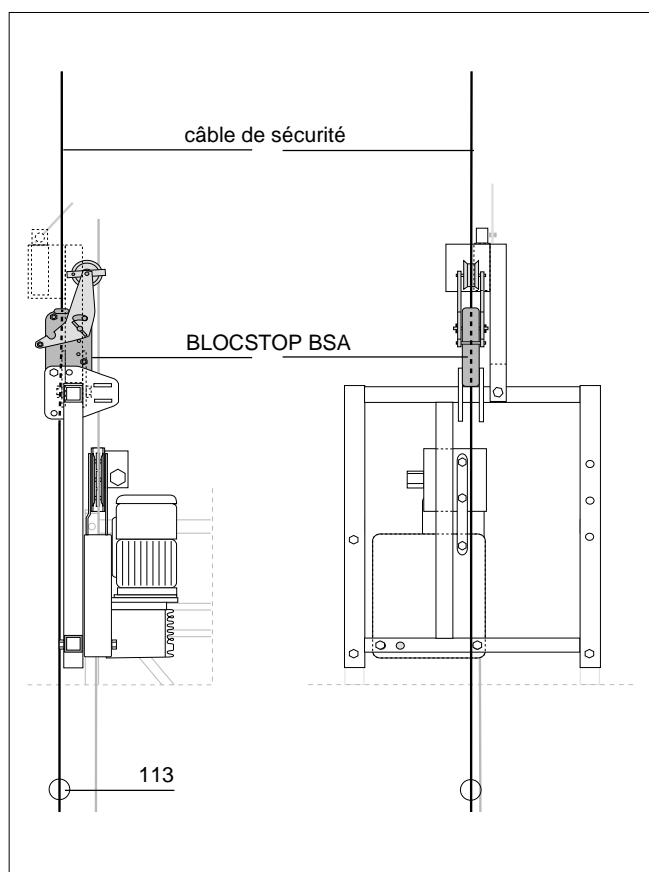

Fig. 1.31
a) . . . sur les étriers d'extrémité (Fig. 1.31)
- Avant d'engager le câble de sécurité (152) dans l'antichute BLOCSTOP BSA (109), vérifier s'il n'est pas enroulé autour du câble de levage (151).
- Accrocher un lest (113) à chaque câble de sécurité, à environ 20 cm au-dessus du sol.